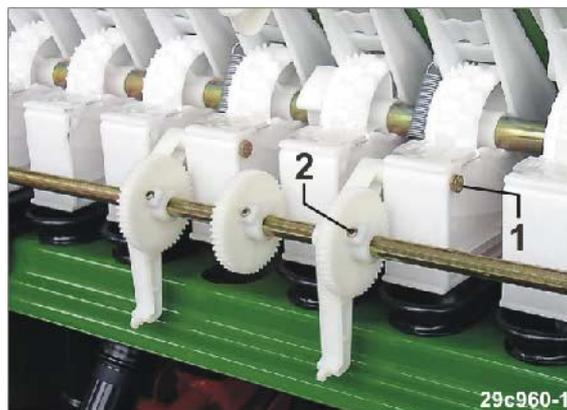

Fig. 228
6. Retirar los tornillos (Fig. 228/1).
7. Soltar los tornillos (Fig. 228/2).